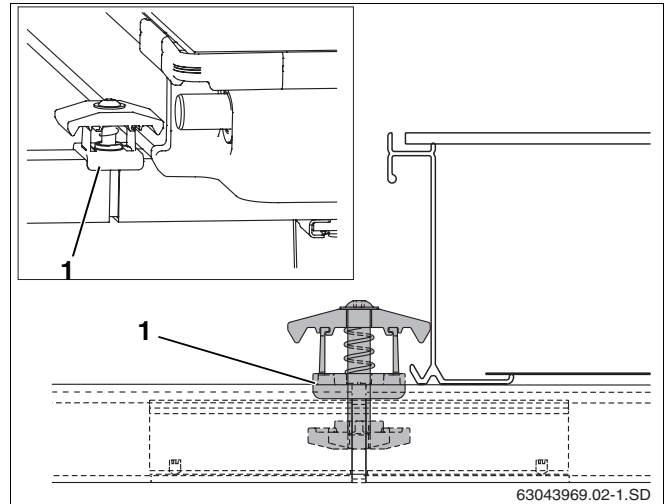

Fig. 47 Montaggio dei giunti di collegamento bilaterali
- Posizionare il giunto di collegamento bilaterale, con il dado davanti, nell'apertura della guida profilata e del giunto ad innesto in maniera tale che il distanziale in plastica (fig. 47, **pos. 1**) faccia presa sulla guida profilata.